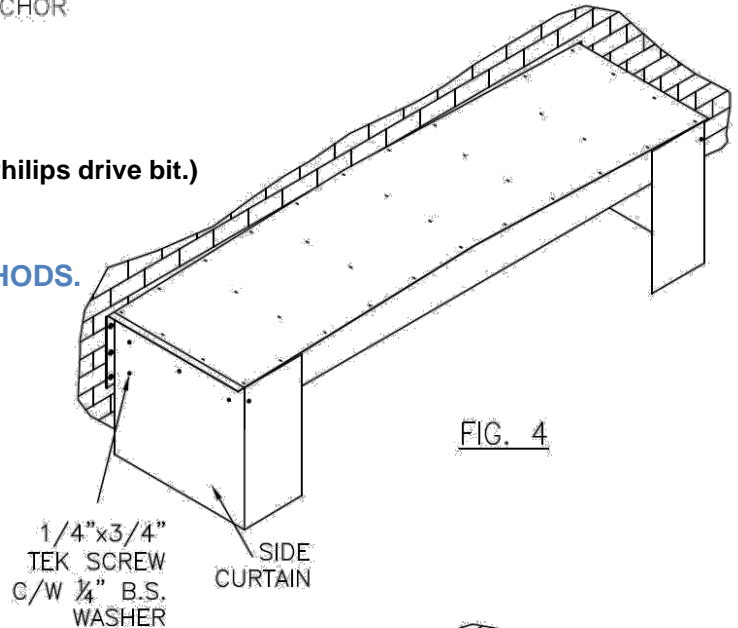

FIG. 4
a. Attach side curtains (Fig. 4).